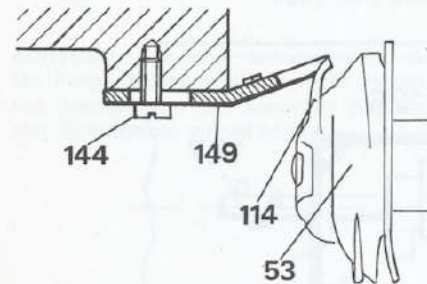

Bild 31
Nach der Einstellung von Nadel und Greifer ist der Kapselstopper (149) für den Spulenkapselträger (114) an der Maschine zu befestigen und soweit nach vorne zu verschieben, bis auf beiden Seiten die Unterkante des Spulenkapselstoppers des Spulenkapselträgers abschneidet. (Bild 31).